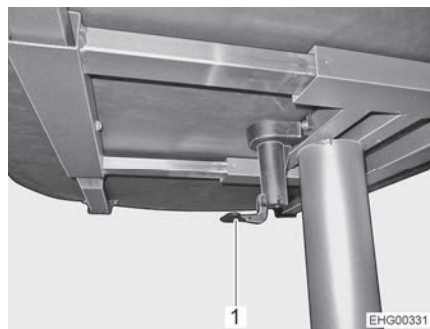

Bild 60 Lyftbord
- Fäll ner spaken på det centrala bordslåset (Bild 60,1).